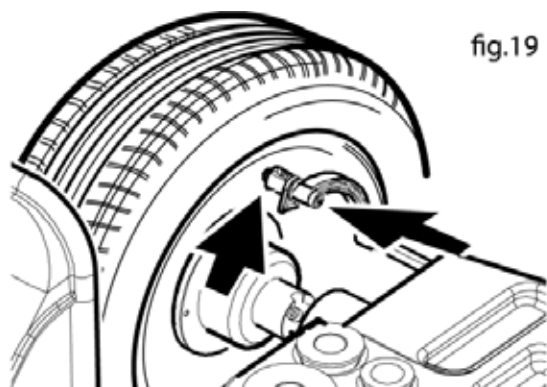

fig.19
- На вал стэнда поставьте стандартное стальное колесо диаметром в 14". Вытяните автоматический измеритель и приложите его к краю диска (рис. 19). Удерживая измеритель в этом положении, ручным способом введите диаметр колеса в дюймах (указанный на крышке) и для подтверждения нажмите на кнопку ввода расстояния + (4-рис. 18).